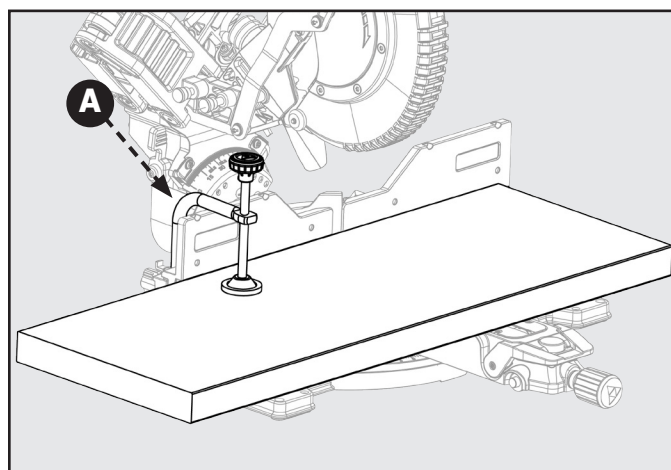

Figura 15
Al cortar piezas de trabajo anchas, como de 5 x 30 cm (2" x 12"), sujete la pieza de trabajo a la mesa de trabajo con una abrazadera de sujeción (A), tal como se muestra en la Figura 15.